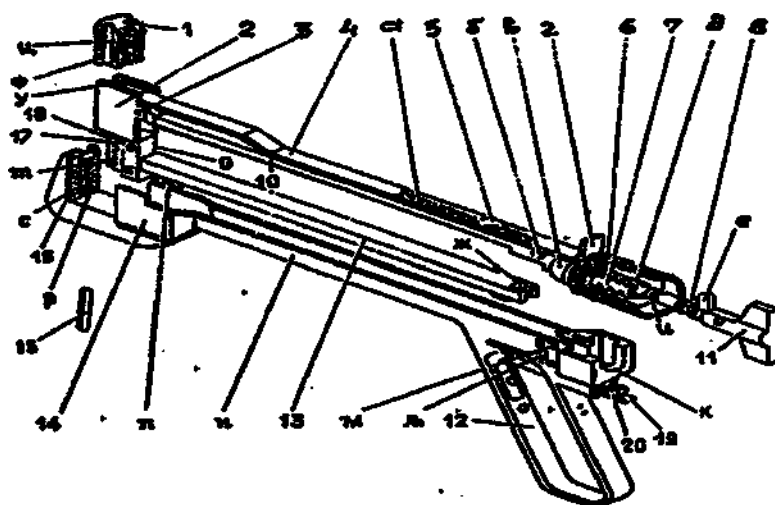

Рисунок 2. Схематическое изображение ушивателя:
4.1. Ушиватель состоит из следующих составных частей (рис. 2):
5.7. Нажмите пальцем на выступ собачки **е** (см рис. 2), одновременно вращая штурвал против часовой стрелки до полного его извлечения.
6.5. Вставьте толкатель в отверстие скобочного корпуса так, чтобы паз поводка толкателя ж (см. рис. 2) вошел в проточку штурвала и; затем установите собранный узел в упорный корпус так, чтобы круговая проточка гайки вошла в выступающую часть корпуса. Обратите особое внимание на то, чтобы паз поводка толкателя не вышел из проточки штурвала.
Отверните винты **1** (см. рис. 2) на толкателе **9**, смените нож, затем заверните винты и вновь соберите ушиватель.